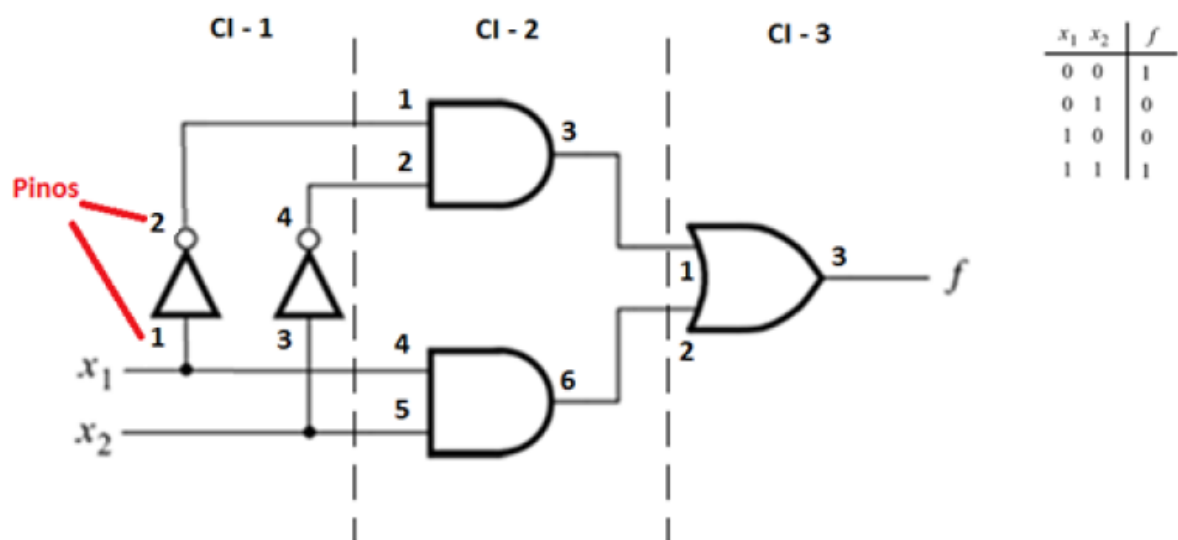

Figura 6: Circuito combinacional XNOR.
Passo 1: Implemente o circuito dado pela Figura 6 adotando qualquer um dos simula-
- Passo 3: Insira um LED na saída do circuito da Figura 6, ou seja, no pino 3 do CI - 3, para verificar a saída do circuito combinacional XNOR. Utilize o circuito do LED com resistor para limitar a corrente sobre o LED, conforme mostrado na Figura 2. Comente sobre o acionamento (comportament) do LED, considerando as saídas do circuito lógico;